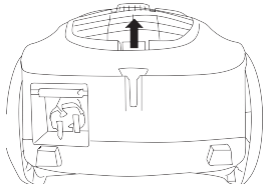

Abbildung 13 Entfernen des Ausblasfilters
2. Öffnen Sie den Deckel des Ausblasfilters durch Ziehen an der Deckellasche. Ziehen Sie den Ausblasfilter aus dem Gerät heraus, siehe Abbildung 13.